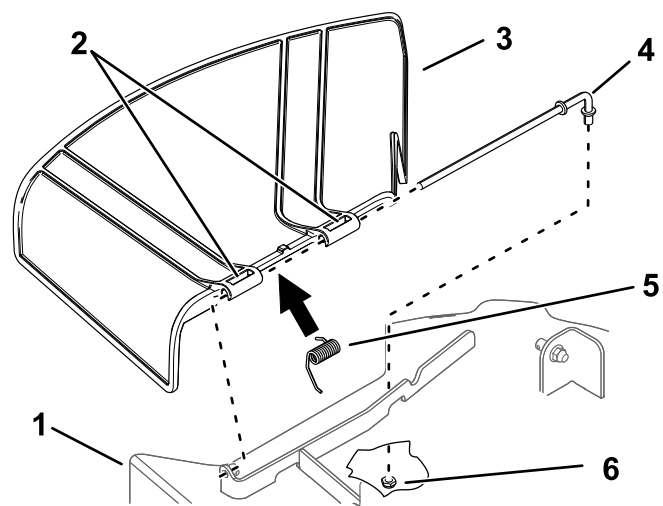

Figura 78
1. Togliete il dado ($\frac{3}{8}$ ") dall'asta sottostante il tosaerba (Figura 78).
2. Estraete l'asta dalla staffa del piatto di taglio, dalla molla e dal deflettore dell'erba (Figura 78).
4. Montate il deflettore dell'erba tagliata nuovo (Figura 78).
7. Fate scorrere l'asta attraverso il secondo perno del deflettore dell'erba (Figura 78).
9. Fissate l'estremità posteriore dell'asta nel tosaerba con un dado ($\frac{3}{8}$ "), come mostrato in Figura 78.